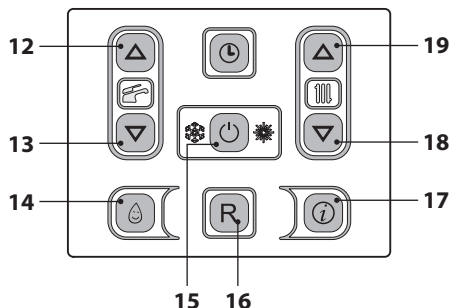
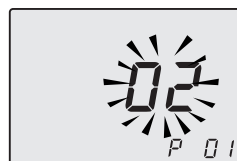

Figura 5.61
Figura 5.62
mendo contemporaneamente per 10 secondi i tasti 15 - 18 - 19 (Figura 5.61) fino a far apparire sul display LCD le lettere **P01**, indicanti l'entrata nel "parametro 01" (Figura 5.62).
- Premendo il tasto 15 (Figura 5.61) si ottiene la conferma del valore inserito.